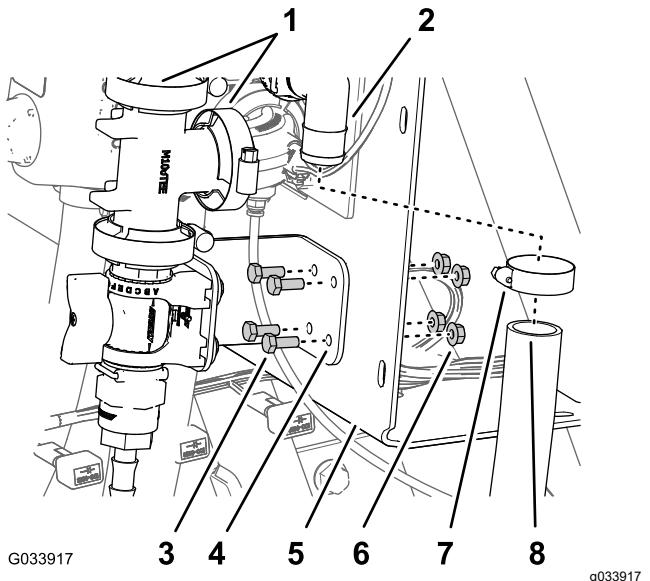

Рисунок 18
соединитель для трубы датчика давления (Рисунок 18).
2. Соедините друг с другом, не затягивая, тройник и прямоугольный штуцер, используя прокладку и фланцевый хомут (Рисунок 18).
4. Затяните вручную фланцевый хомут крепления регулирующего клапана к тройнику (Рисунок 13) и фланцевый хомут крепления тройника к прямоугольному штуцеру, имеющему соединитель для трубы датчика давления (Рисунок 15 и Рисунок 18).